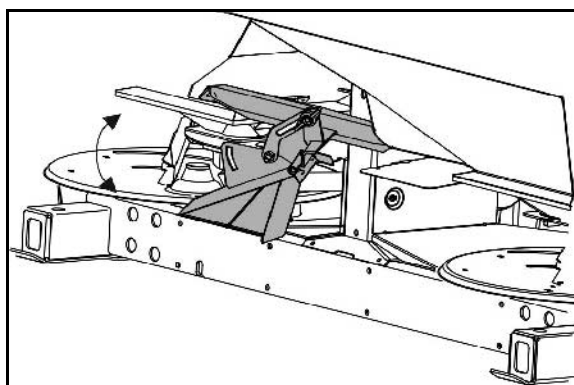

Рис. 29
5. Положите карданный вал на специально предусмотренную подставку (Рис. 29/1).